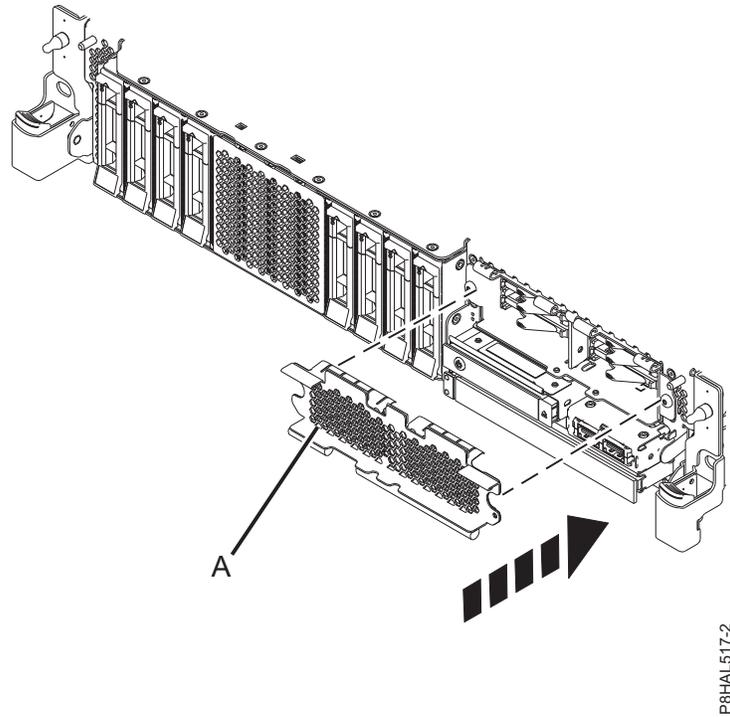

Figura 57. Tapar el receptáculo de SSD en un sistema de función ampliada
3. Si procede, cierre el receptáculo de SSD con la placa perforada (**A**) tal como se indica en la Figura 57 en la página 61.